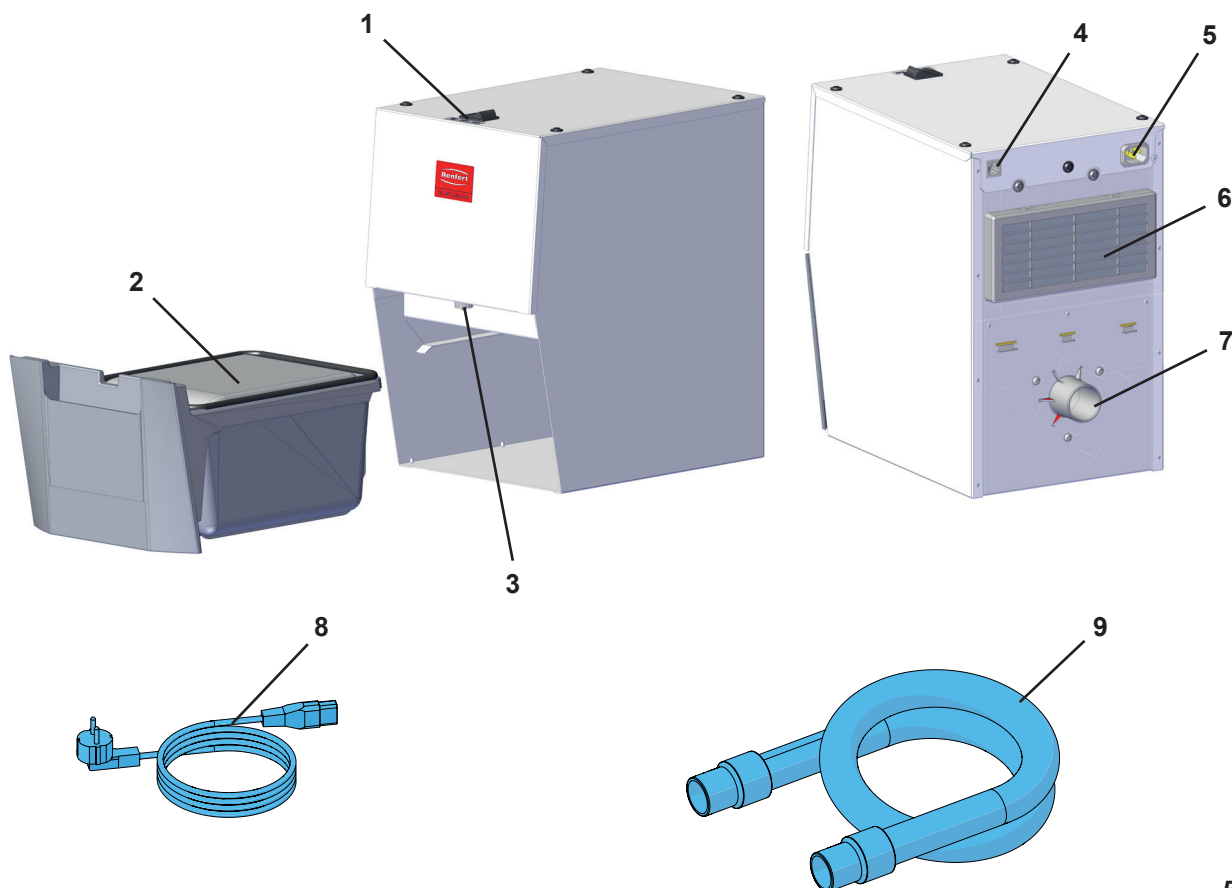

Fig. 1
- l'évacuation de l'air rejeté (6, Fig. 1) ne soit pas entravée.
- Ouverture d'au moins 250 x 120 mm dans le panneau arrière de l'armoire, directement en face de l'évacuation de l'air rejeté (6, Fig. 1).
- ⇒ Amener le sélecteur du mode de fonctionnement (1) en position médiane « OFF ».
- ⇒ Brancher le câble secteur (8, Fig. 1) dans le raccord (5, Fig. 1).
- ⇒ Introduire le tuyau d'aspiration (9, Fig. 1) dans l'embout d'aspiration (7).